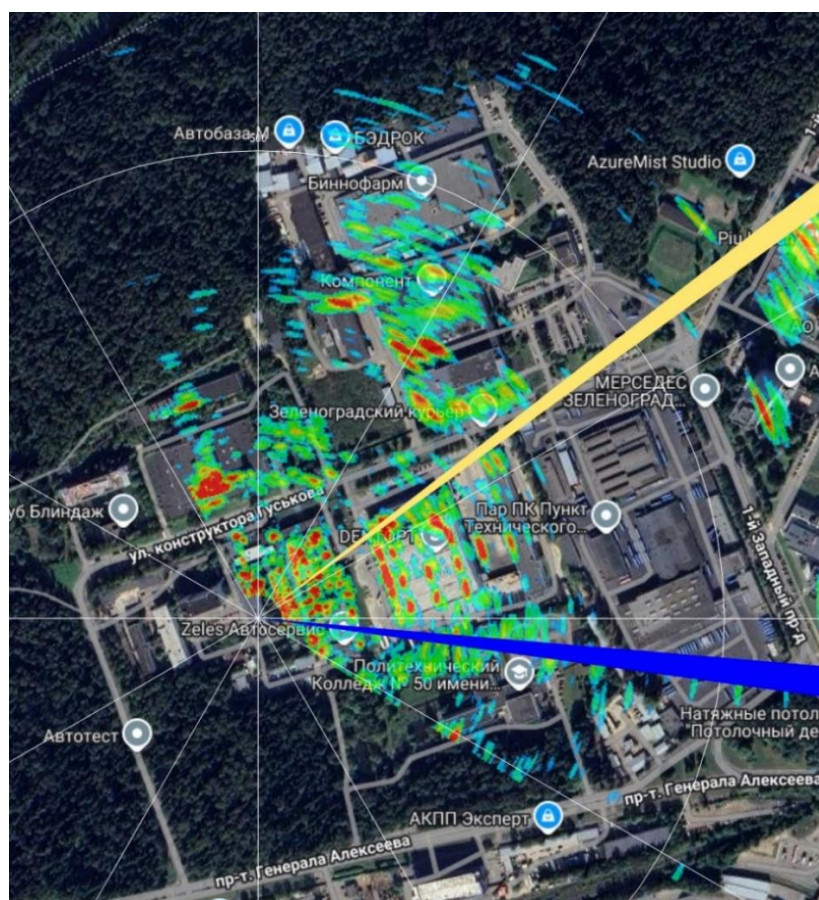

Рисунок 18 — Совмещение радиолокационной и спутниковой карт в окне карты
2.3.2.6.1 Привязка азимута выполняется в окне карты путем совмещения радиолокационной и топографической карт (спутникового снимка) путем изменения параметра *Radar location / Azimuth* в окне **Configuration**. Это могут быть ярко выраженные края леса, контуры зданий, дорога и т. д. (рисунок 18).